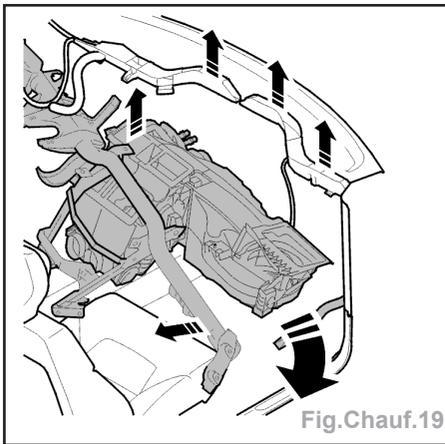

Fig. Chauff.19
- Déposer l'unité de commande climatique du côté passager (fig. Chauff.19).